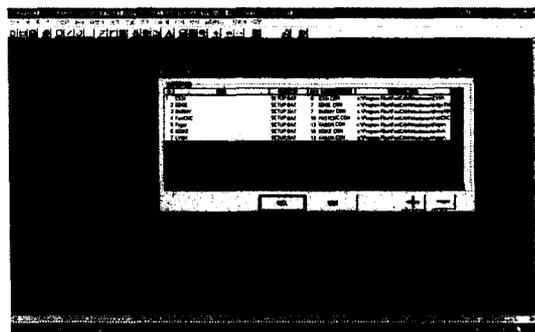

图4 多种控制器转换类型
(3) 使用FastCAM软件实现不同代码的快速转换。FastCAM软件提供了多种控制器代码的转换功能（见图4），控制器代码类型包括：伊萨、梅塞尔切割机使用的ESSI格式和通用的EIA格式，包括常见的EDGE、LYNX、FastCNC、FAGOR、START等控制器类型。
(4) 使用高效切割编程技巧，特别是针对等离子切割，使用FastCAM软件提供的桥接功能，实现多个零件的桥接和连续切割，有效地减少了等离子穿孔，节省等离子割嘴，提高了切割效率。